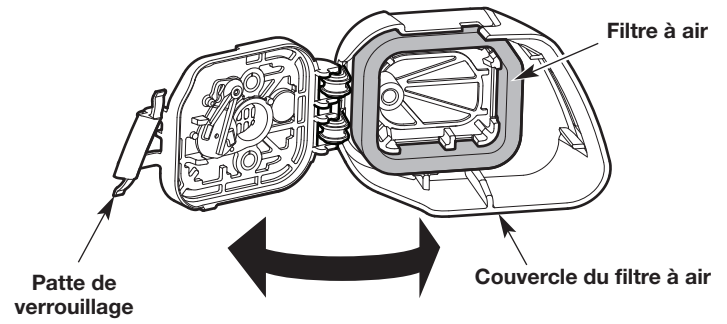

Fig. 23
1. Ouvrez le couvercle du filtre à air : appuyez sur la patte de verrouillage et faites basculer le couvercle du filtre vers la droite (Fig. 23).
2. Retirez le filtre à air de l'intérieur du couvercle du filtre (Fig. 23).
6. Réinstallez le filtre à air à l'intérieur du couvercle (Fig. 23).
7. Fermez le couvercle du filtre à air : basculez le couvercle du filtre vers la gauche et appuyez dessus jusqu'à ce que la patte de verrouillage s'enclenche en position fermée (Fig. 23).